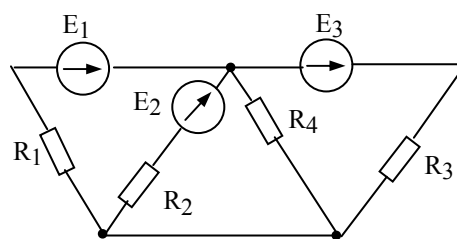

Рис.1.4.25
1.4.25. Используя метод контурных токов, определить токи во всех ветвях схемы (рисунок 1.4.25), если известно, что  $E_1=100$  В,  $E_2=80$  В,  $E_3=50$  В,  $R_1=10$  Ом,  $R_2=2$  Ом,  $R_3=5$  Ом,  $R_4=5$  Ом. Составить баланс мощностей.